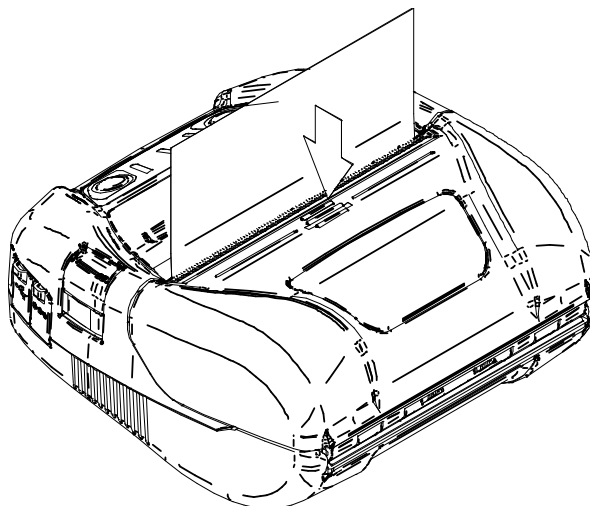

図 9-4 ペーパーカバー
- ④ ペーパーカバーの中央部（図 9-4の矢印部分）をしっかりと押し、ペーパーカバーを閉めてください。